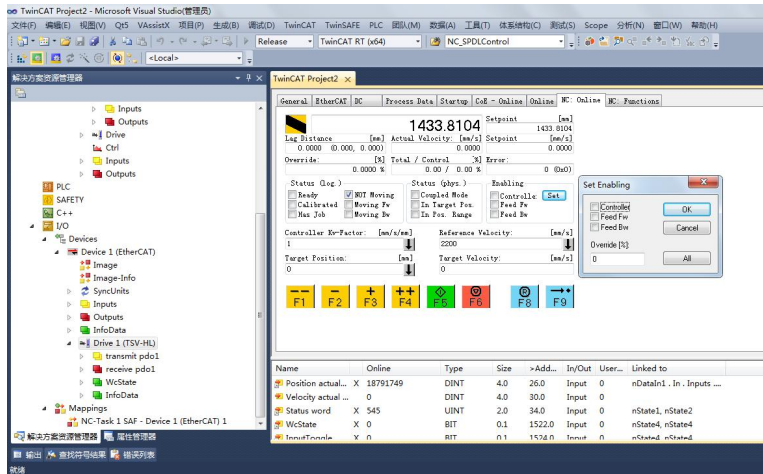

图 12
10、选择 TwinCAT 菜单 Activate configuration，选择 Driver1，进入 NC: online 标签页，点击 Enabling->set->all 使能伺服驱动器（图 12），点击 F2 或 F3 手动正反转，默认速度是 100mm/s，即 600 转/分钟，可以从伺服驱动器确认（图 13）。